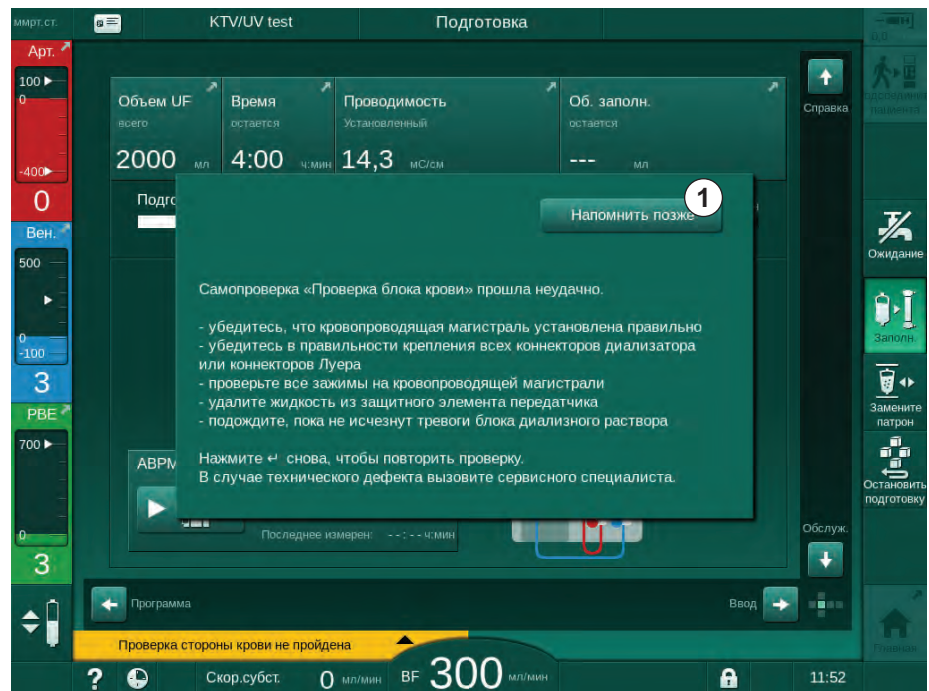

Рис. 12-4 Окно *Напомнить позже*
В случае использования специфических аварийных сигналов и предупреждений (например, сигнала тревоги SAD или *Не удалось выполнить проверку блока крови* (1089)) появляется всплывающее окно с соответствующей информацией или порядком действий. Это окно содержит кнопку *Напомнить позже* (Рис. 12-4, ①), позволяющую скрыть окно. Одновременно с появлением всплывающего окна подсвечивается кнопка *Ввод*. Выполните указанные действия.